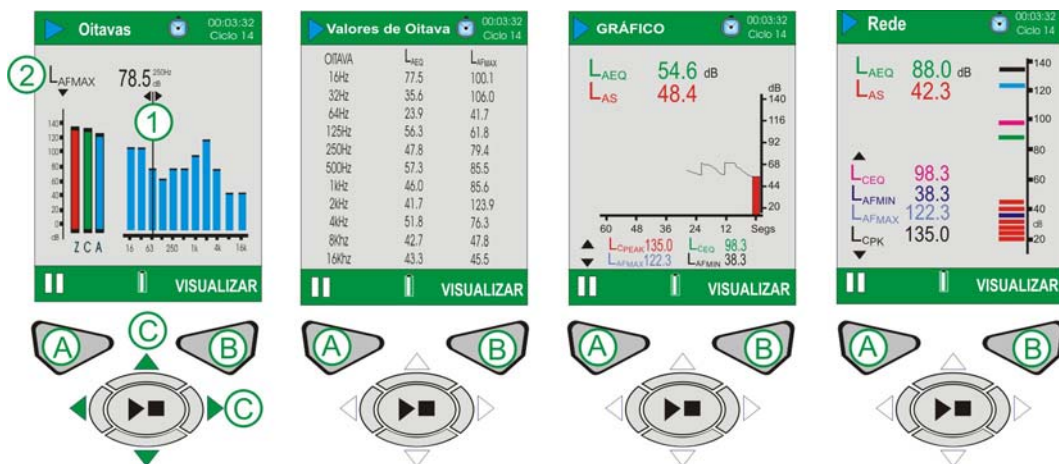

Figura 14 CEL-620B Ecrãs de Execução Principal
CEL-620B (Consultar Figura 14).
O CEL-620B fornece dois ecrãs de oitavas adicionais mostrados na Figura 14. Utilize a tecla de Visualização (B) para alternar entre os quatro ecrãs disponíveis. Utilize as teclas esquerda/direita do cursor (C) para se mover pelas bandas de frequência (1) quando estiver na visualização gráfica. Utilize as teclas de cursor Para Cima/Para Baixo (C) para alternar entre parâmetros tais como LMAX e LAEQ (2).